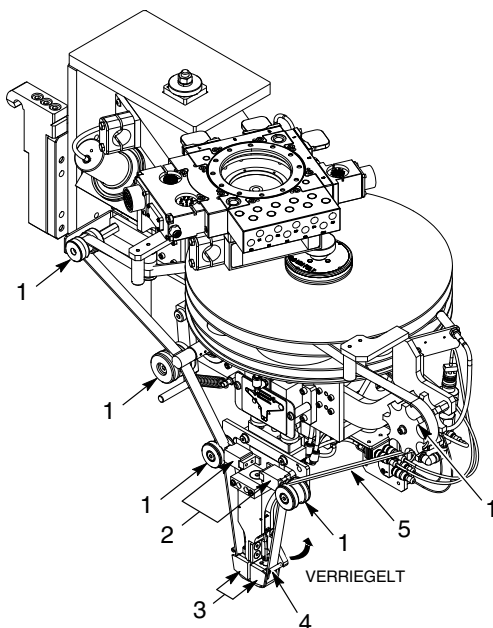
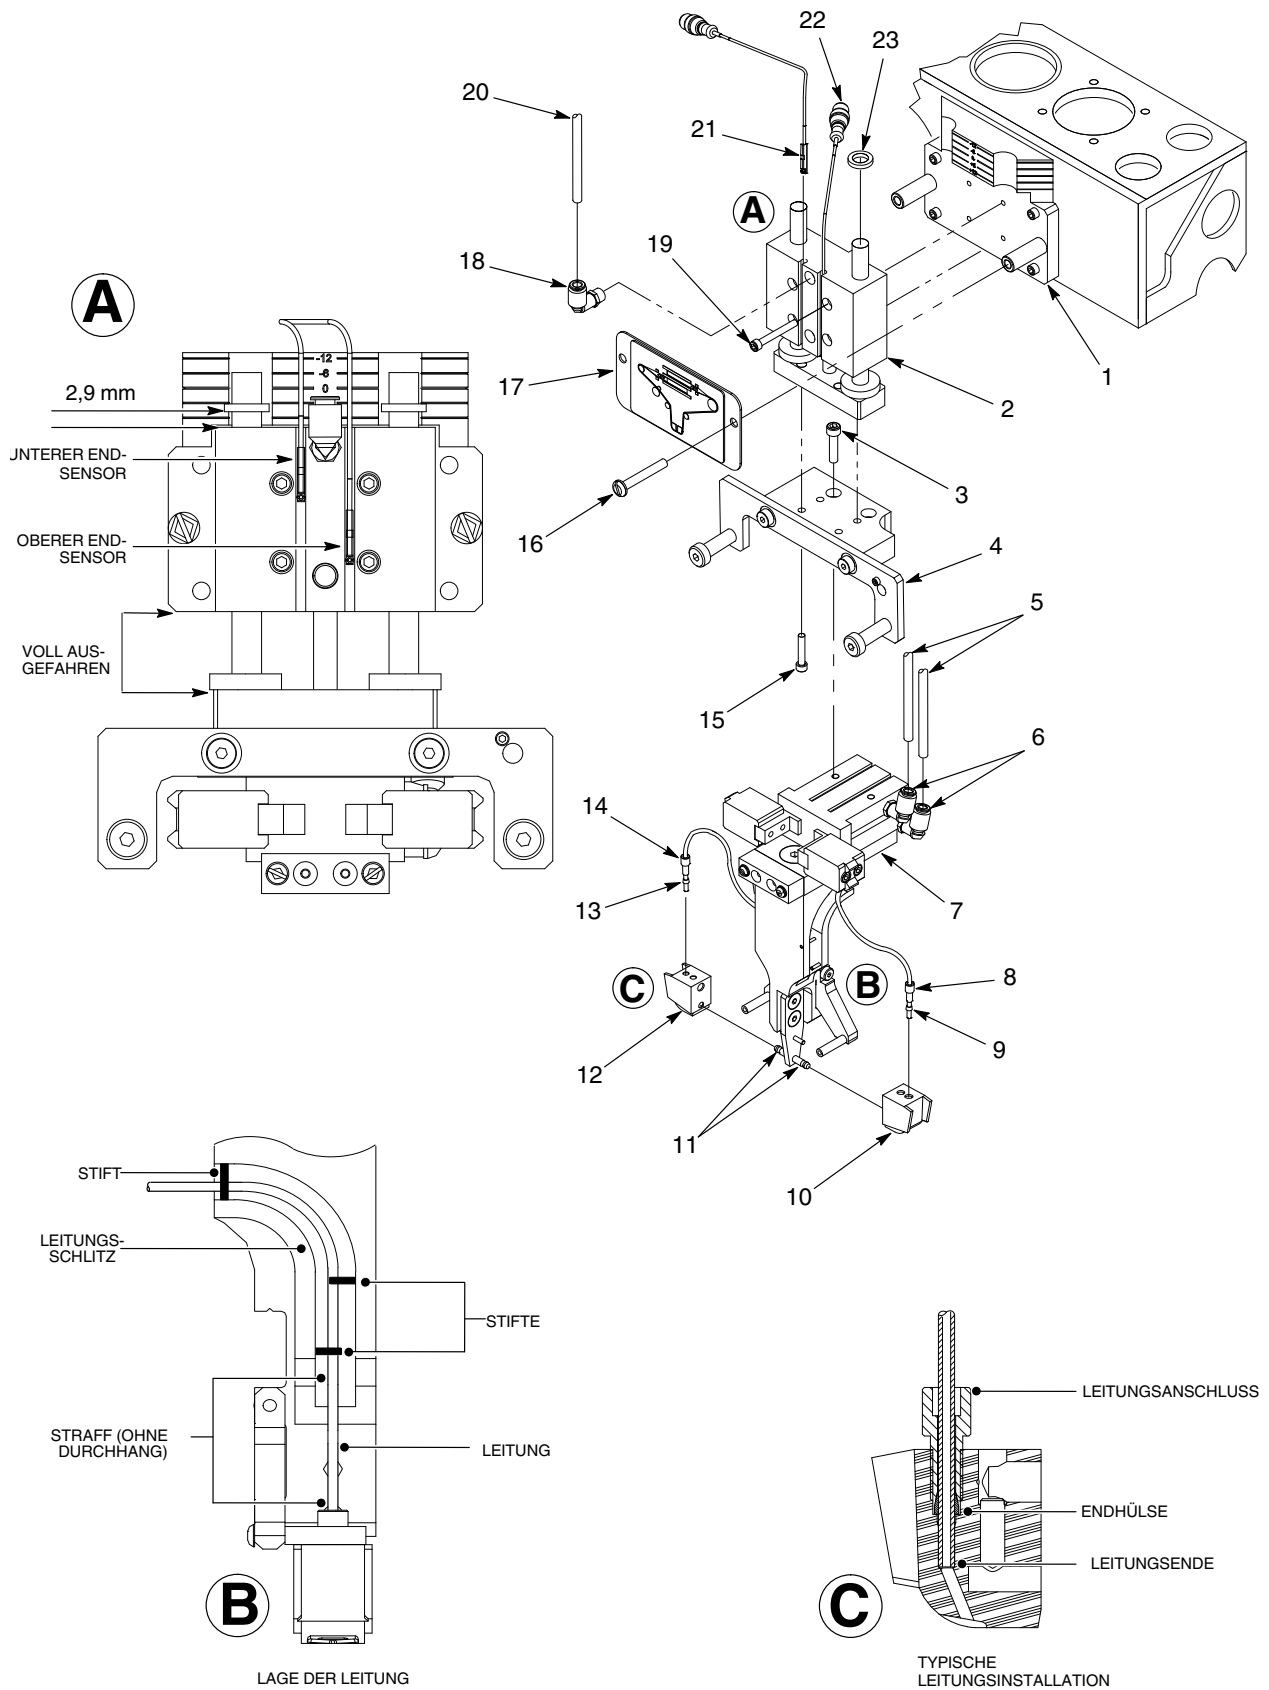

Abb. 10 Filz abnehmen
Abb. 11 Gleiterbaugruppe
1. Siehe Abb. 10. Von der Steuerung aus das Verfahren durchführen, mit dem die Greiferblöcke (2) vom Filz (5) gelöst werden.
3. Die Filzsicherung (4) in die entriegelte Position bewegen. Den Filz (5) von den Reibblöcken (3) und Rollen (1) abnehmen.
4. Siehe Abb. 11. Die Reibblöcke (10, 12) von der Auftragskopfhalterungsbaugruppe (7) abnehmen.
6. Die Leitungen (5) von den Anschlüssen (6) trennen.
7. Die Schrauben (16) abnehmen, mit denen die Abdeckung (17) am Gleiter (2) befestigt ist.
8. Oberen (21) und unteren (22) Endsensor entriegeln. Die Sensoren vom Gleiter (2) abnehmen.
9. Die Leitung (20) vom Anschluss (18) trennen.
10. Die Schrauben (3) abnehmen, mit denen die Auftragskopfhalterung (7) an der Gleiterhalterung (4) befestigt ist.
11. Die Schrauben (15) abnehmen, mit denen die Gleiterhalterung (4) am Gleiter (2) befestigt ist.
12. Die Schrauben (19) abnehmen, mit denen der Gleiter (2) an der Anpassungskopf-Skala (1) befestigt ist.
13. Die Ringe (23) vom Gleiter (2) abnehmen.
1. Siehe Abb. 11. Sicherstellen, dass der Gleiter (2) voll ausgefahren ist. Die Ringe (23) auf dem Gleiter installieren. Die Ringe $\frac{3}{32}$ Zoll (2,3 mm) von der Oberkante des Luftgleiters positionieren.
2. Anschluss (18) am Gleiter (2) installieren. Anschluss gut anziehen.
3. Loctite 242 auf die Gewinde der Schrauben (19) auftragen. Den Gleiter (2) mit den Schrauben an der Anpassungskopf-Skala (1) installieren. Die Schrauben mit 23 ± 2 in.-lb ($2,5 \pm 0,2$ N•m) anziehen.
4. Die Leitung (20) am Anschluss (18) anschließen.
5. Loctite 242 auf die Gewinde der Schrauben (15) auftragen. Die Gleiterhalterung (4) mit den Schrauben am Gleiter (2) installieren. Die Schrauben mit 23 ± 2 in.-lb ($2,5 \pm 0,2$ N•m) festziehen.
6. Loctite 242 auf die Gewinde der Schrauben (3) auftragen. Die Auftragskopfhalterungsbaugruppe (7) mit den Schrauben am Gleiter (4) installieren. Die Schrauben mit 48 ± 5 in.-lb ($5,4 \pm 0,6$ N•m) anziehen.
7. Die Leitungen (5) an den Anschlüssen (6) anschließen. Sicherstellen, dass jede Leitung am richtigen Anschluss angeschlossen ist.
8. Rohvaseline auf Stifte (11), Endhülsen (9, 13) und Gewinde der Leitungsanschlüsse (8, 14,) auftragen.
10. Die Reibblöcke (10, 12) an der Auftragskopfhalterungsbaugruppe (7) installieren.
12. Die Endsensoren (21, 22) am Gleiter (2) installieren, Spannung zum Applikator einschalten und folgendes tun:
- b. Den oberen Endsensor (21) in den Schlitz am Gleiter schieben, bis die Sensorleuchte aufleuchtet.
- e. Den unteren Endsensor (22) in den Schlitz am Gleiter schieben, bis die Sensorleuchte aufleuchtet.
13. Siehe Abb. 10. Den Filz (5) um die Reibblöcke (3) und Rollen (1) installieren. Die Filzsicherung (4) in die verriegelte Position bewegen.